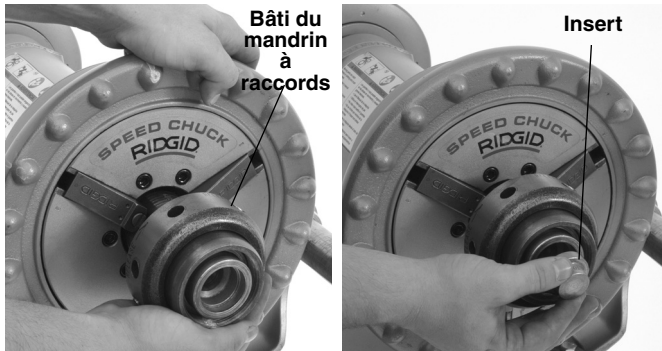

Figure 2 – Installation du mandrin à raccords avec insert
7. Au besoin, installez l'insert (Figure 2) de la manière suivante: